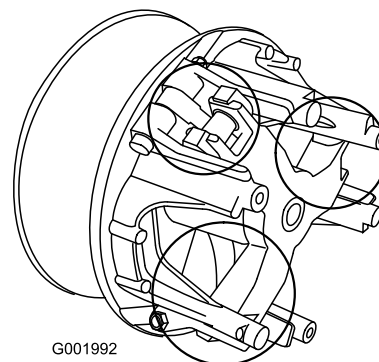

Figura 55
5. Lubrique las piezas en movimiento en las zonas indicadas en Figura 55 usando Spray Lubricante Seco Toro, disponible a través de su Distribuidor o Concesionario Autorizado Toro.